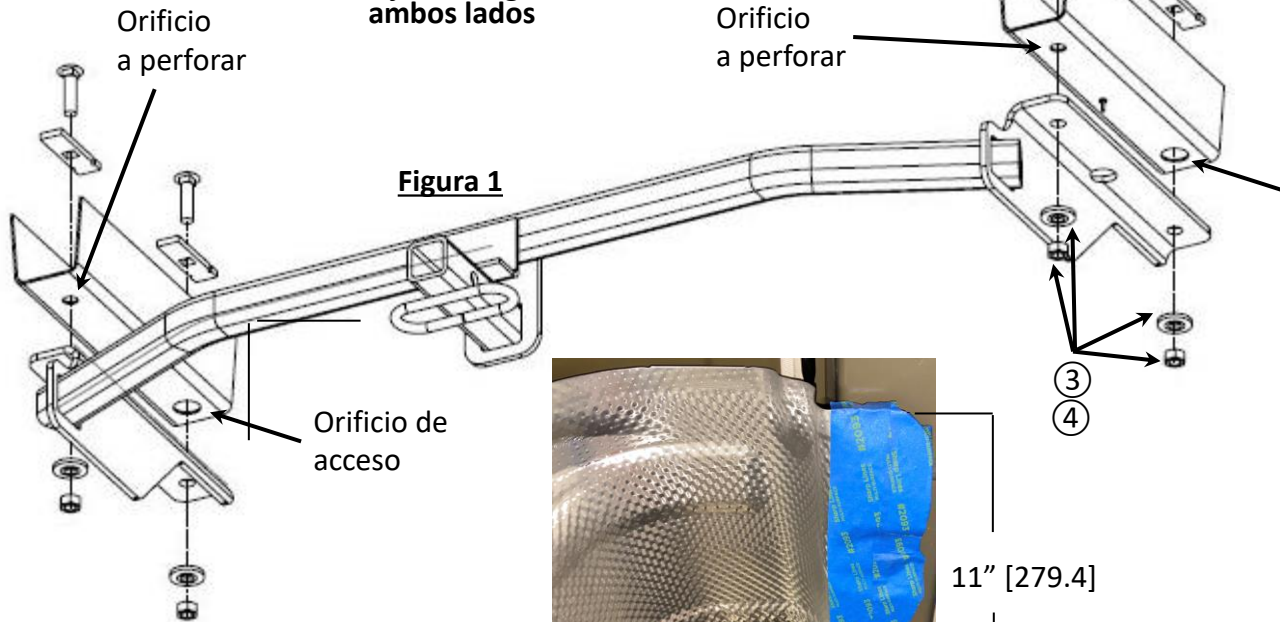

Figura 2
3. **Bajar el silenciador y quitar el protector térmico:** Bajar los (2) colgantes del aislante de goma del tubo de escape, uno en el costado y el otro en la parte trasera del silenciador. Nota: Rociar un lubricante o agua jabonosa en el vástago del colgante de metal y en el aislante de goma ayuda para el desmonte. Retirar el protector térmico con una llave de 10 mm. Recortar de la forma indicada. Ver la Figura 2.
4. **Quitar los fijadores de la fascia/parachoques:** Con un destornillador de estrella (Phillips), quitar el tornillo del área de la luz trasera y el fijador de plástico, repetir para el otro lado. Con una broca Torx T30, quitar tres tornillos en el área del receptáculo de la rueda, ambos lados. Con un destornillador de estrella (Phillips), quitar (1) tornillo del receptáculo de la rueda, en cada lado. Quitar el fijador de presión plástico de la parte inferior del receptáculo de la rueda en la fascia. Con un cubo de 33 mm, quitar 2 pernos del parachoques a cada lado (el parachoques permanece unido a la fascia).
Bajar el silenciador y quitar el protector térmico: Retirar el protector térmico con una llave de 10 mm. Recortar de la forma indicada. Ver la Figura 2.